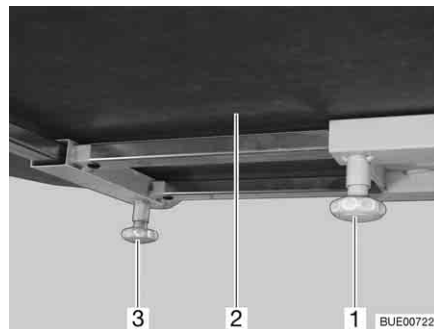

Bild 86 Fast bord
Förskjuta i längdriktning: ■ Lossa den räfflade skruven (Bild 86,1).
■ Förskjut bordsskivan (Bild 86,2) till önskad position.
Förskjuta i tvärriktning: ■ Lossa den räfflade skruven (Bild 86,3).